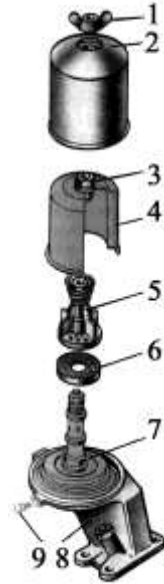

Рис. 2
9. Якою цифрою позначений на рис. 2 ротор центрифуги?